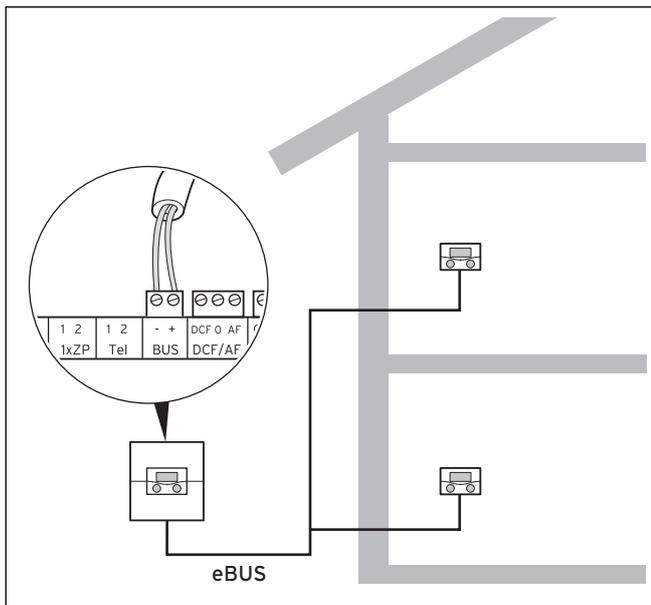

Abb. 5.44 Fernbediengeräte anschließen
- Verdrahten Sie den Rücklauffühler und das Volumenstrommessteil im Solarkreis (Standardfühler VR 10 als Zubehör) entsprechend der Abb. 5.44.